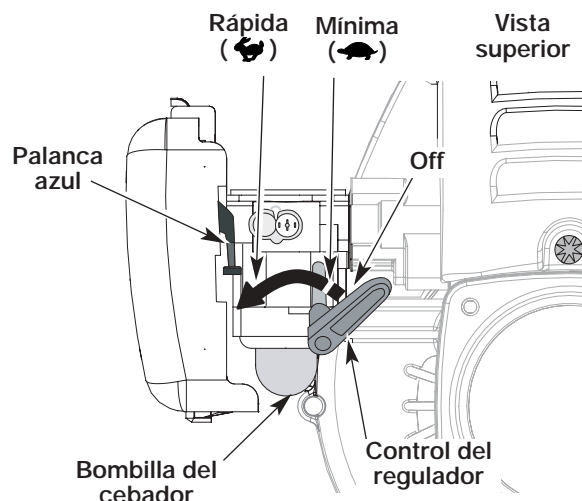
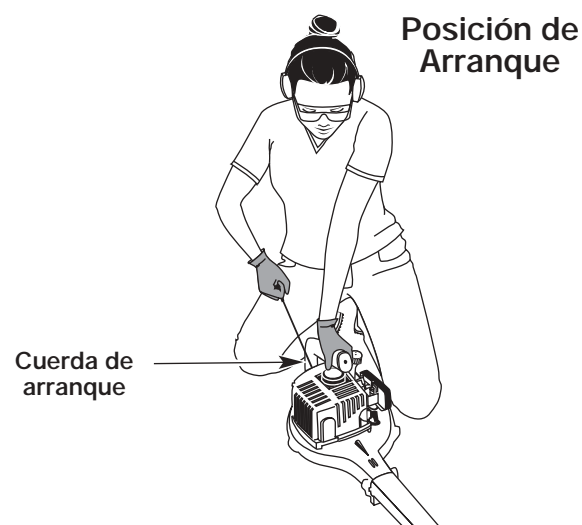

Fig. 2
Fig. 4
ADVERTENCIA: Evite los arranques accidentales. Esté en posición de arranque cuando hale la cuerda (Fig. 4).
4. Ponga la unidad en la posición de arranque (Fig. 4). Coloque el control del regulador en la posición de **RÁPIDA** (🔧) (Fig. 2).
1. Para apagar el soplador, mueva la palanca de control del regulador todo hacia la derecha, más allá de la posición de baja en vacío (🐢) hasta que sienta un clic. Cerciórese de mover la palanca hasta el retén de la extrema derecha para apagar la unidad (Fig. 2).